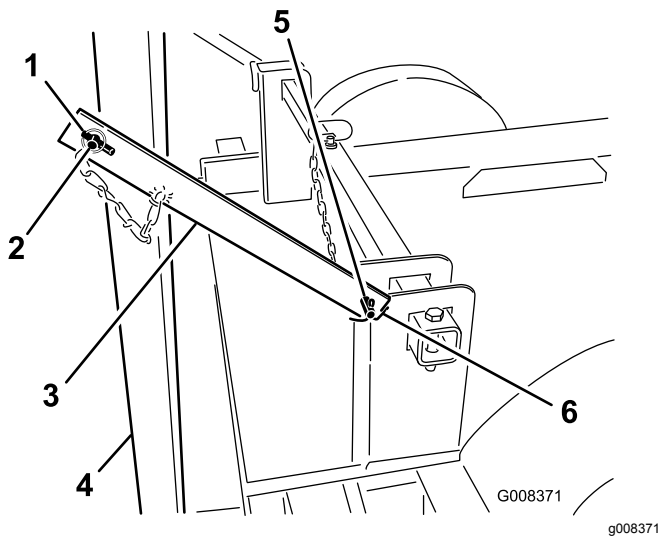

Figure 10
4. Montez une barrette de rampe de chaque côté de la remorque, comme montré à la Figure 10. Insérez une goupille fendue et repliez les extrémités pour fixer les barrettes sur la remorque.
5. Élevez la rampe et utilisez les barrettes et les goupilles à anneau pour la fixer en position de transport (Figure 10).